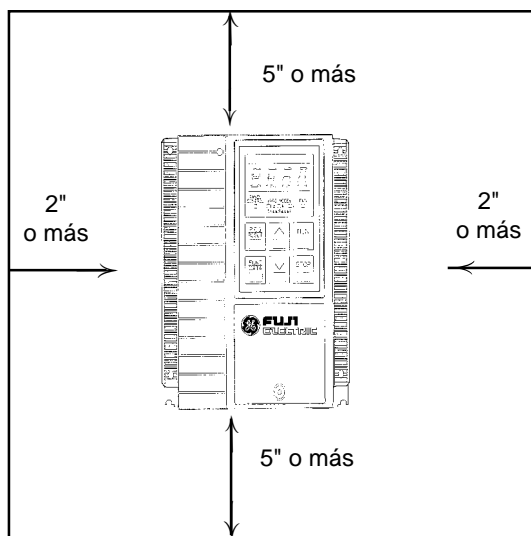

Figura 3-1. ESPACIO LIBRE PARA MONTAJE DEL VARIADOR DE VELOCIDAD
- Instalar a una distancia suficiente de otros equipos, paredes, o conductos de cables como se muestra en la figura 3-1 (estos espacios libres son requeridos para permitir que escape el calor generado por el variador de velocidad).
**NOTA:** Cuando se instalen dos o más variadores de velocidad muy cerca uno del otro, deje suficiente espacio como se indica en la figura 3-1 e instálelos en una hilera horizontal. Si fuera necesario instalarlos en una columna vertical, debe dejarse por lo menos 19,7 pulgadas (50 cm) de espacio interno entre cada uno o debe proporcionarse un deflector de ventilación para evitar que se eleve la temperatura ambiente.